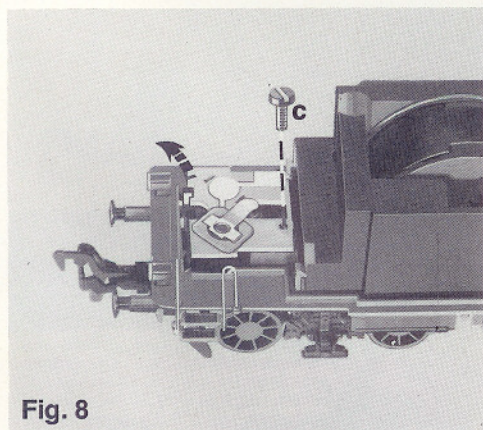

Fig. 8
**Lampenwechsel:** Schraube **c** der Schaltplatte abschrauben, Lampe aus Fassung lösen. Einbau in umgekehrter Reihenfolge (Fig. 8 und 9).
**Changing Bulbs:** Unscrew screw c on the switch plate, and remove bulb from holder. Assemble in reverse order (fig. 8 and 9).
**Remplacement de la lampe:** Dévisser la vis c de la platine, enlever la lampe de son support. Remonter les éléments en ordre inverse (fig. 8 et 9). **Lampe de rechange:** 6535
**Lampjes verwisselen:** Schroefje c van het schakelpaneeltje losmaken. Lampje uit de fitting trekken. Nieuw lampje in omgekeerde volgorde erin (fig. 8 en 9).
**Lampbyte:** Lossa skruv **c** på kopplingsplattan, lossa lampan ut fattningen. Montera i omvänd ordning (fig. 8 och 9).